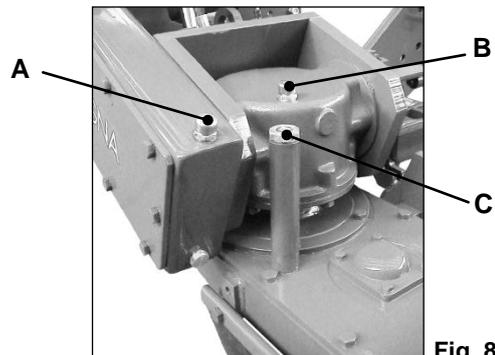

Fig. 8
- Controllare il livello dell'olio nel carter di trasmissione a catena, nel carter riduttore e nel gruppo erpice svitando i rispettivi tappi con asta indicati ai punti A, B e C (fig. 8). Se necessario aggiungere olio con viscosità SAE 85W140 (es. AGIP ROTRA MP85W140).